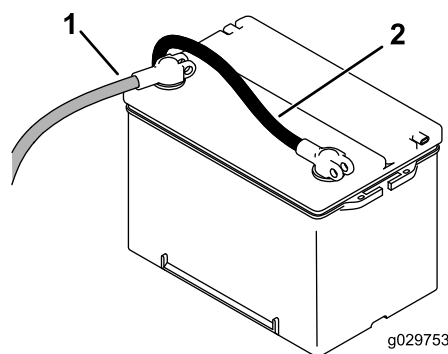

Figura 6
5. Scollegate il cavo negativo (nero) dalla batteria, poi scollegate quello positivo (rosso) (Figura 6). Mettete da parte la ferramenta per il montaggio dei cavi.
2. Collegate il cavo positivo (rosso) al morsetto positivo (+) e il cavo negativo (nero) al morsetto negativo (-) della batteria (Figura 6).